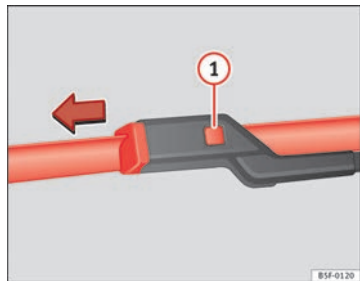

Fig. 113 Cambio de las escobillas del limpiaparabrisas.
- Mantenga presionada la tecla de desbloqueo ⇒ fig. 113 ① y tire a su vez ligeramente de la escobilla en el sentido que indica la flecha.